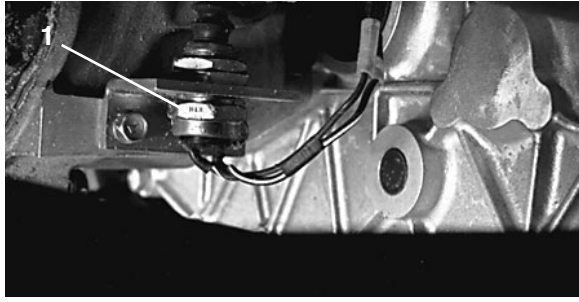

Bild 58
7. Prüfen Sie die Einstellung des Kupplungssicherheitsschalters erneut (Bild 58). Der Motor darf erst anlaufen, wenn der Abstand zwischen dem Kupplungspedal und dem Boden $2,9 \text{ cm} \pm 6 \text{ mm}$ beträgt. Lösen Sie ggf. die Klemmmuttern und verstellen Sie den Abstand nach oben oder unten.